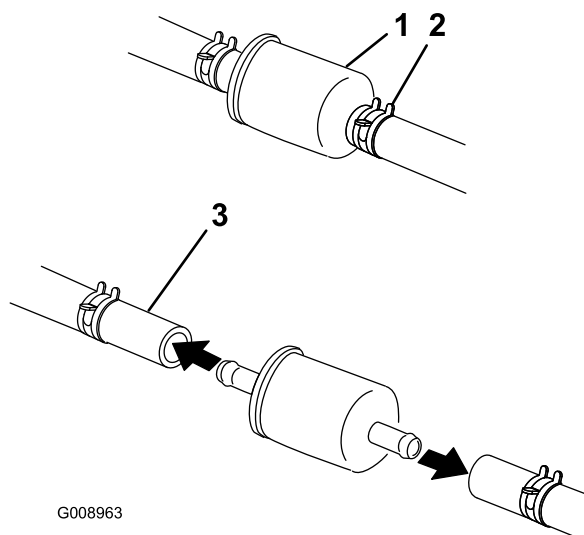

Figure 60
5. Fermez le robinet d'arrivée de carburant sous le siège (Figure 60).
6. Pincez les extrémités des colliers et faites glisser ceux-ci pour les éloigner du filtre (Figure 60).
8. Posez un filtre neuf et rapprochez les colliers de fixation du filtre (Figure 60).